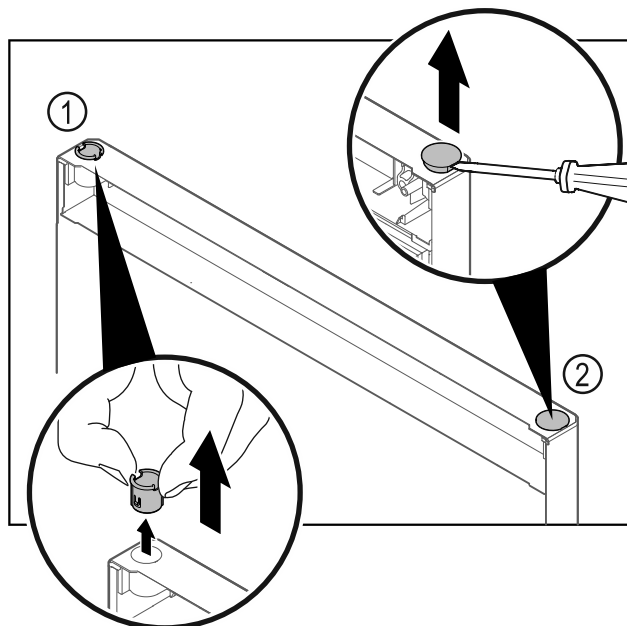

Fig. 29
- Træk hængselbøsningen Fig. 29 (1) ud med fingrene.
- Løsn afdækningsproppen Fig. 29 (2) forsigtigt med en flad skruetrækker, og træk den ud.